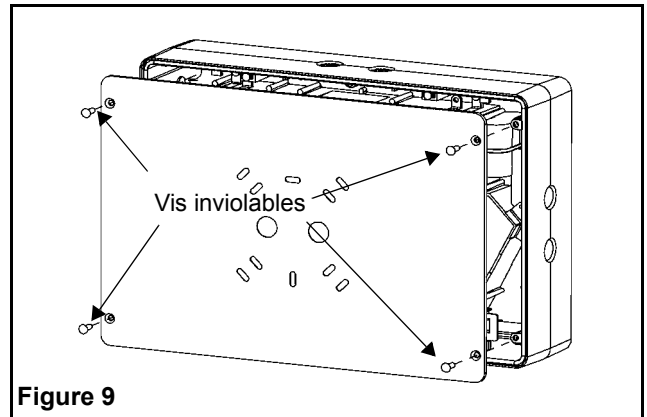

Figure 9
2. Dévisser les 4 vis inviolables retenant la plaque arrière et séparer la plaque arrière du cadre (utiliser l'embout de tournevis fourni pour enlever les vis inviolables)(voir figure 9)